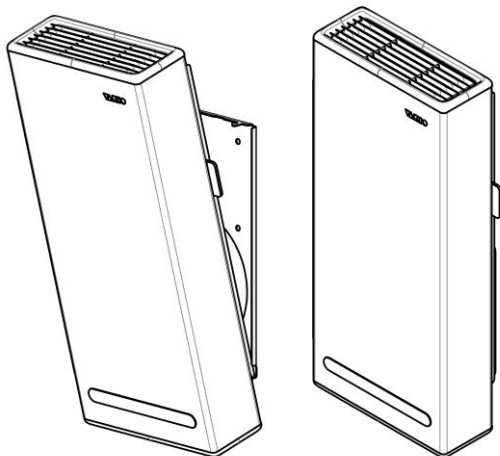

Рис. 18
9. Установите глушитель в паз монтажной пластины под углом  $30^{\circ}$  и прижмите шумоглушитель к стене до срабатывания замка. Убедитесь в надежной фиксации прибора, см. Рис. 18